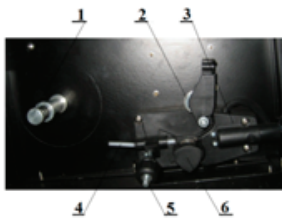

Рисунок 4. Механизм подачи проволоки.
7.2.3. Установить катушку со сварочной проволокой в подающий механизм, см.рис. 4, поз.1. Убедиться в том, что направляющий ролик установлен таким образом, что размер прорези на нем соответствует диаметру проволоки. При необходимости ролик перевернуть.